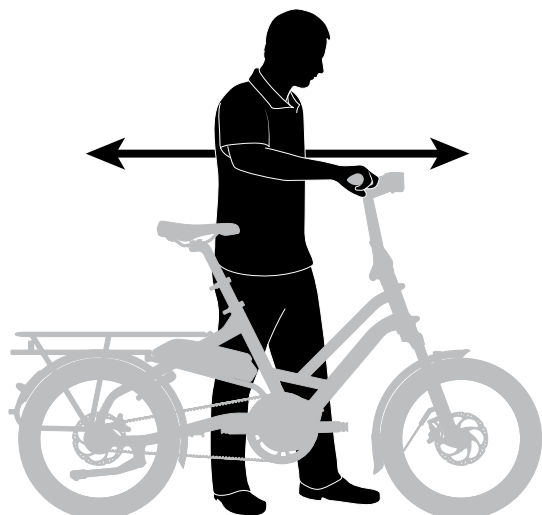

Abb. 14
- Betätigen Sie die Vorderradbremse und bewegen Sie das Fahrrad vor und zurück (Abb. 14). Fühlt es sich solide an? Wenn Sie bei jeder Vorwärts- oder Rückwärtsbewegung des Fahrrads ein Klacken fühlen, haben Sie wahrscheinlich ein loses Lenkkopflager. Lassen Sie ihn von ihrem Händler überprüfen.